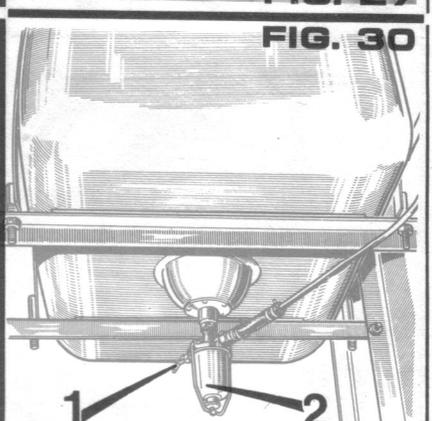

FIG. 30
- inspecter le filtre décanteur du combustible (2 Fig.30) placé sous le réservoir, le nettoyer au besoin.